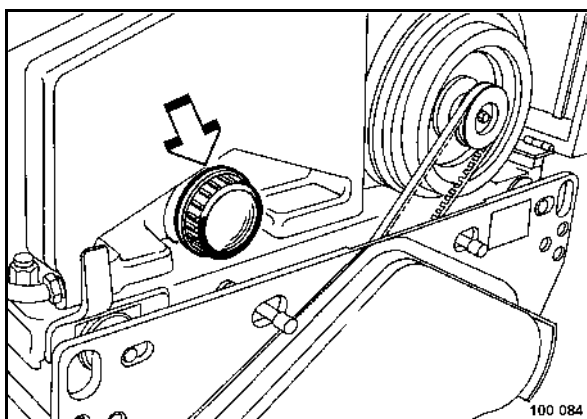

fig. 84
- Dévisser le bouchon de vidange (fig. 84).